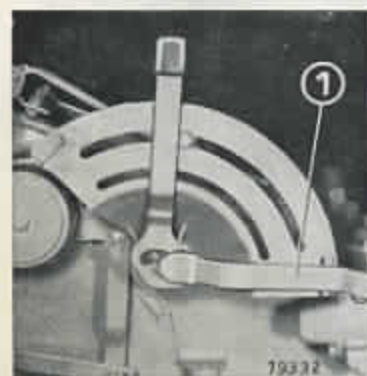

Fig. 42
Sur la figure 42 ci-contre, la manette de sélection (1) est passée en „Contrôle de Position“.